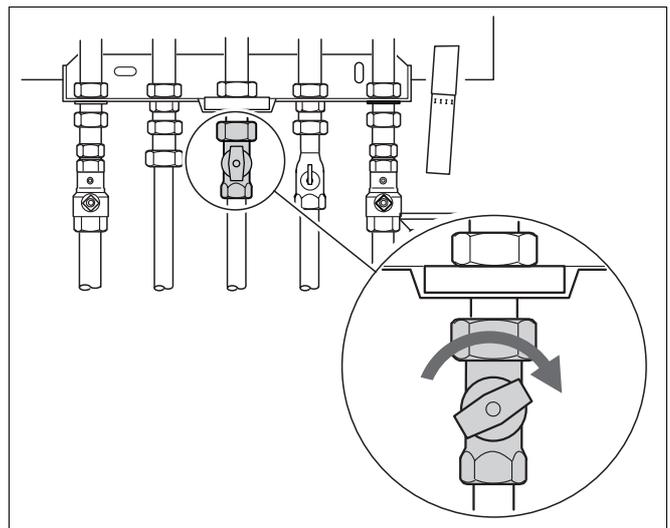

Abb. 31 Gasabsperrhahn schließen
- Gasabsperrhahn schließen (Abb. 31).
- Gasabsperrrhahn schließen (Abb. 31).